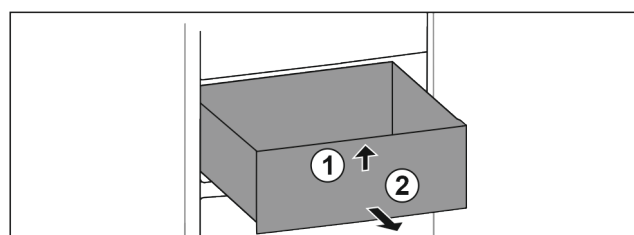

Fig. 58
- Soulever la partie avant du tiroir. Fig. 58 (1).
- Retirer le tiroir par l'avant. Fig. 58 (2)